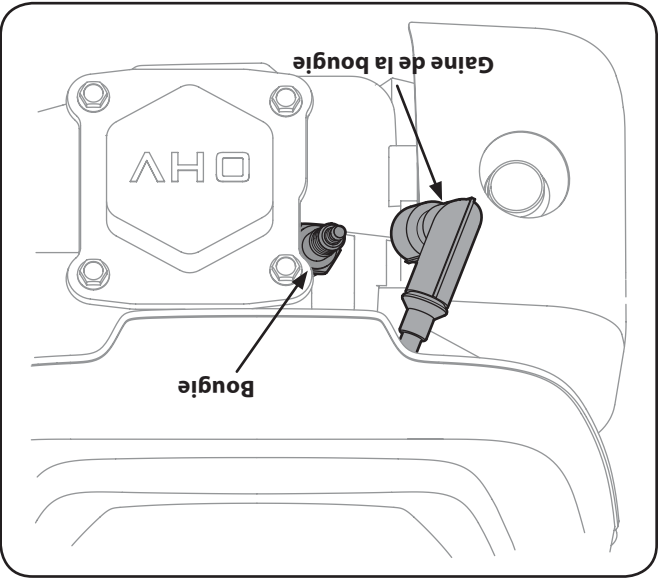

Figure 6-5
1. Dégagez la gaine de la bougie et utilisez une clé à bougie pour la démonter. Voir la Fig. 6-5.